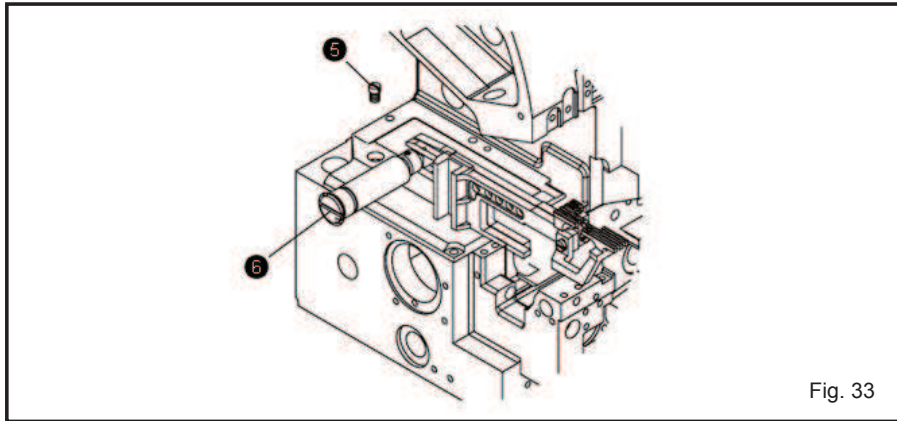

Fig. 33
2. Ajuste a altura do arrastador na posição horizontal (Fig. 33)